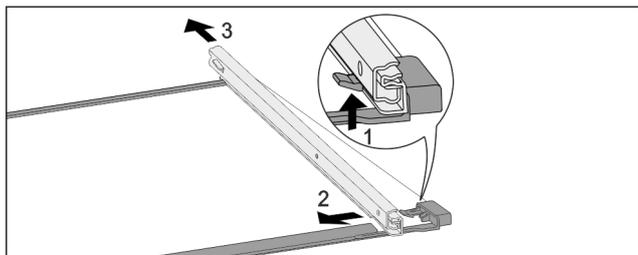

Fig. 142 带轨道的玻璃隔板
- ▶ 向上按前端的锁定钩。 Fig. 142 (1)
- ▶ 将牵伸轨推向一侧 Fig. 142 (2)，然后向后 Fig. 142 (3) 推。